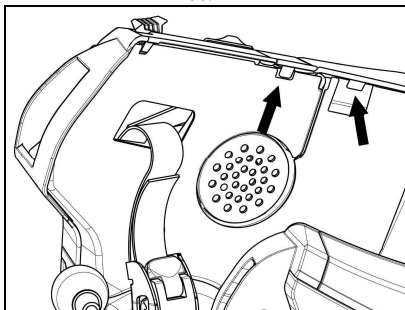

Abb. 13
- Positionieren Sie den Plastiküberzug des Wangenteils so, indem Sie ihn hinter den beiden Anschlaghaken anbringen (Abb. 13)